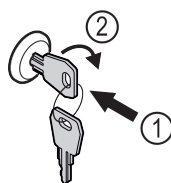

Fig. 110
- ▶ Klíč zasuňte dovnitř Fig. 110 (1).
- ▶ Otáčejte klíčem o 90° ve směru hodinových ručiček Fig. 110 (2).